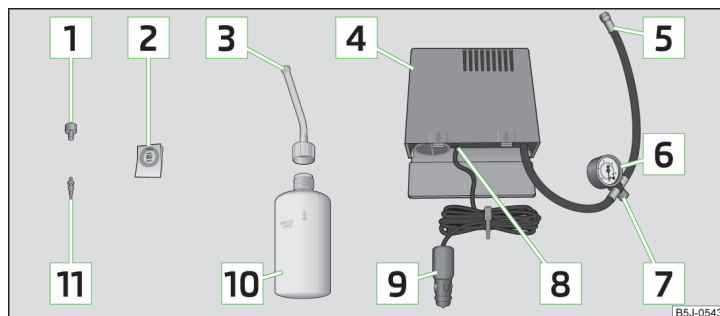

Fig. 145 Imagen esquemática: Componentes del kit de averías
Componentes del kit de averías ➤ fig. 145
- Pegue la etiqueta adhesiva **2** » **fig. 145 de la página 169** sobre el tablero de instrumentos en el campo visual del conductor.
- Agite la botella de inflado de neumáticos **10** » **fig. 145 de la página 169** fuertemente varias veces.
- Enrosque el tubo flexible **5** » **fig. 145 de la página 169** del compresor de aire fijándolo en la válvula del neumático.